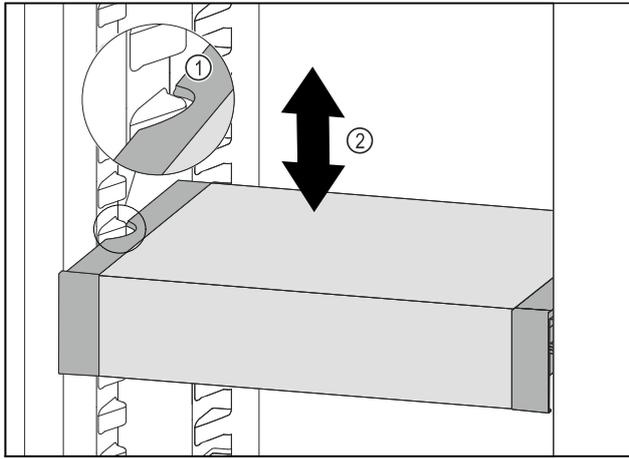

Fig. 126
- ▶ Trageți în față VarioSafe, până când degajările laterale ale VarioSafe se află la înălțimea nervurii recipientului din frigider. Fig. 126 (1)
- ▶ Mișcați în sus sau în jos VarioSafe în frigider, până când este atinsă înălțimea dorită. Fig. 126 (2)